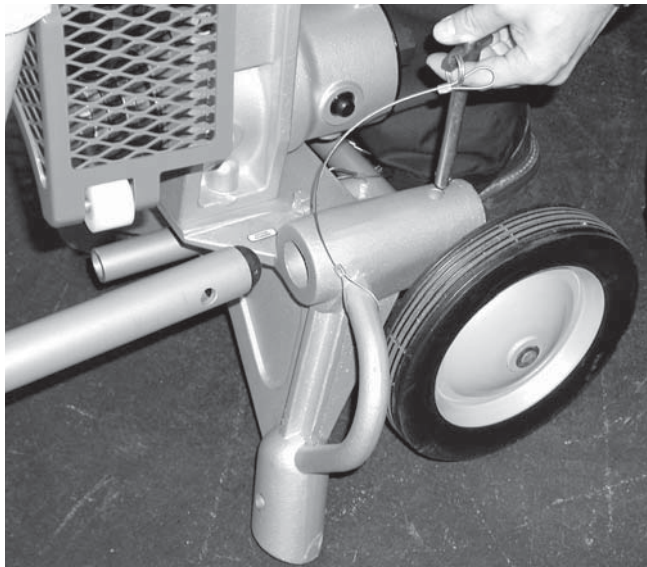

Рисунок 25 – Прикрепление опорных ножек
3. Вставьте опорные ножки желобонакатчика в основание и вставьте штифты (рисунок 25). Опорные ножки можно использовать как рукоятки для перемещения желобонакатчика по рабочему периметру.